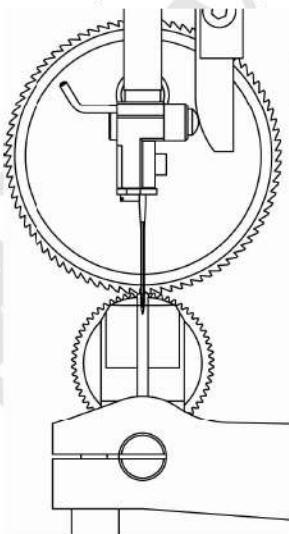

图 5
#### 4.3 检查机针是否平行于针板，并处于针板的中间（见图 5）
4.3 Check Needle is Parallel and Central to Needleplate ( Seeing Fig 5 )